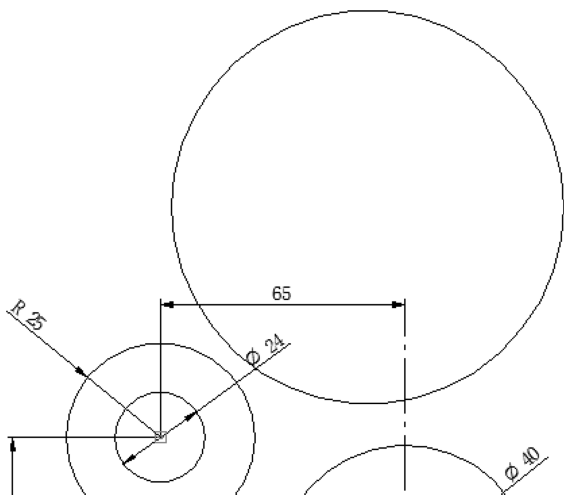

图 6-53 绘制圆
(10) 单击【绘制草图】选项卡【绘图】区域下的 $\bigcirc$ 【圆】按钮下的【中心和点画圆】，在弹出的菜单栏中的直径 $\varnothing$: 【直径】中填入值 104mm，在两个圆的右侧画一个直径为 104mm 的圆，如图 6-53 所示。